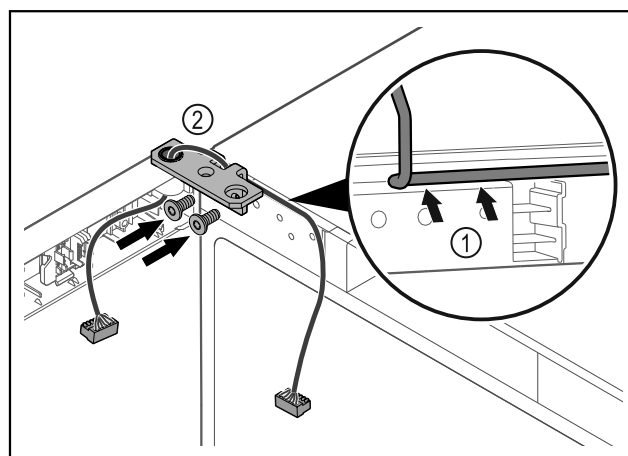

Fig. 53
- Vedte kabel skrz vybrání úhelníku závěsu a opatrně jej položte Fig. 53 (1).
- Našroubujte úhelník závěsu Fig. 53 (2).